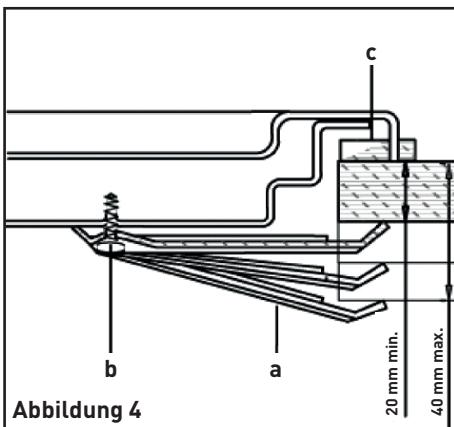

Abbildung 4
- Drehen Sie das Kochfeld um und montieren Sie Klammern „a“ an den dafür vorgesehenen Stellen, indem Sie die Schrauben „b“ nur leicht anziehen (siehe Abb. 4).